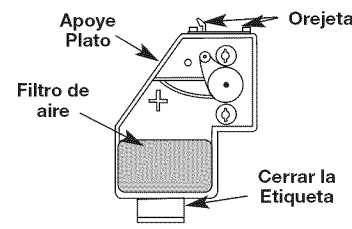

Fig. 25
6. Vuelva a colocar el filtro (Fig. 25).